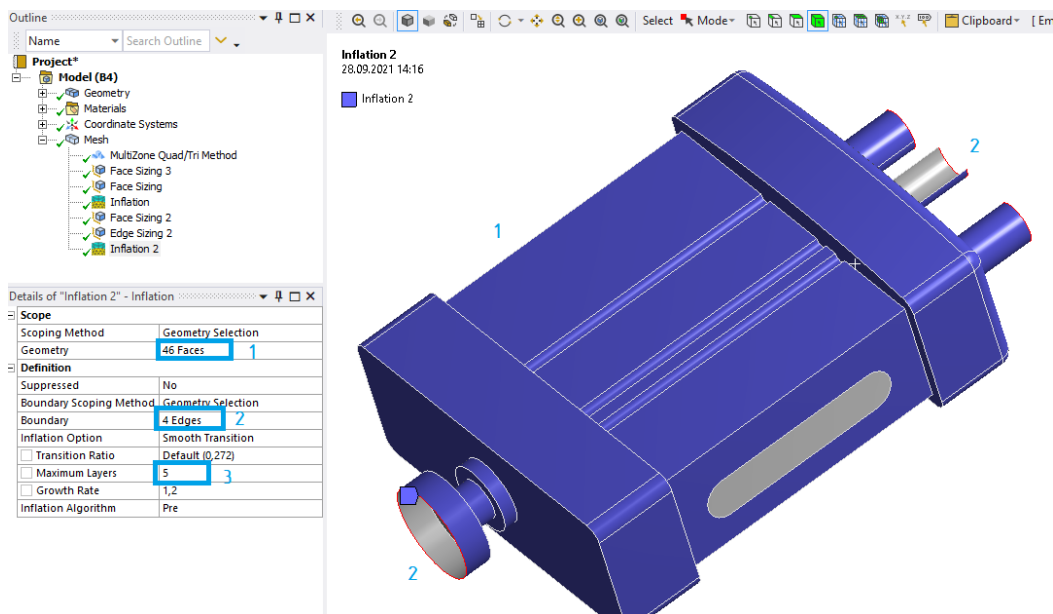

Рис. 24. Задание настроек сетки
6.8. Жмем ПКМ на **Mesh – Insert – Inflation**, указываем всю геометрию (1), выделяем ребра четырех трубок (2) и задаем величину дополнительных разбиений ячеек (3) 5 (рис. 24).